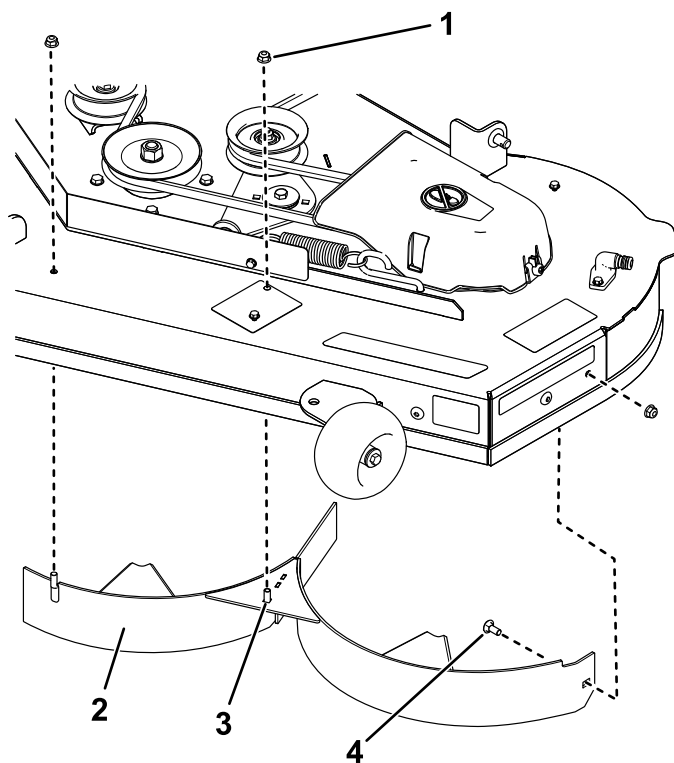

Figura 14
7. Îndepărtați cele 2 contrapiulie (5/16") de pe suporturile sudate ale deflectorului stâng (Figura 14).
8. Îndepărtați cele uruburi de fixare i cele contrapiulie care fixează deflectorul stâng pe punte i îndepărtați deflectorul (Figura 14).
9. Localizai cele 2 boluri printre accesorii i folosii contrapiuliile existente pentru a monta aceste elemente de fixare în orificiile indicate în Figura 14, pe puntea mainii de tuns iarba, pentru a împiedica proiectarea reziduurilor.